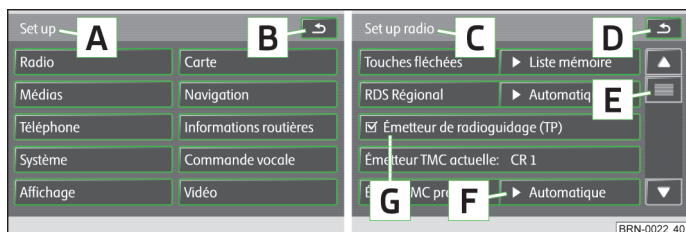

Fig. 2 Mode de réglage SETUP : Réglages Menu principal / Réglages Radio
- Dans le menu principal *Réglages*, donnez par exemple une impulsion sur la touche de fonction **[Radio]** » fig. 2 pour afficher le menu *Réglages Radio* **[C]**. Les barres de titre **[A]** et **[C]** indiquent dans quel menu vous vous trouvez actuellement.